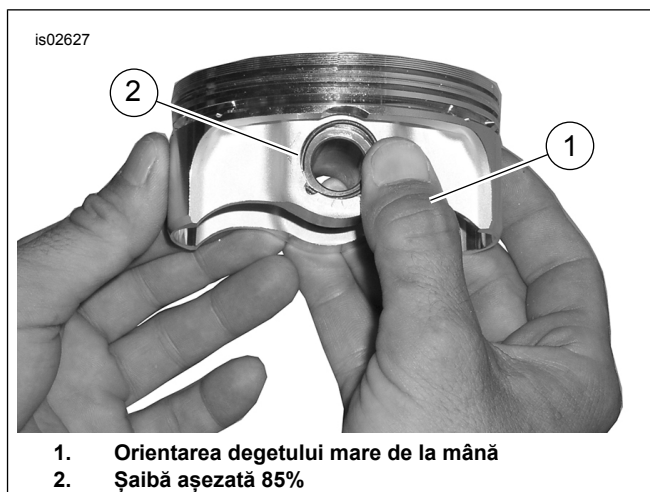

Figura 4. Montare șaibă
2. Consultați Figura 4 . Poziționați degetul mare de la mână (1) așa cum se arată. Apăsăți ferm până când aproximativ 85% din șaibă (2) este așezată în canelură.